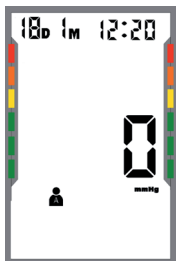

Fig. 7b
- Votre appareil démarre et commence à pomper. (s. Fig. 7b)